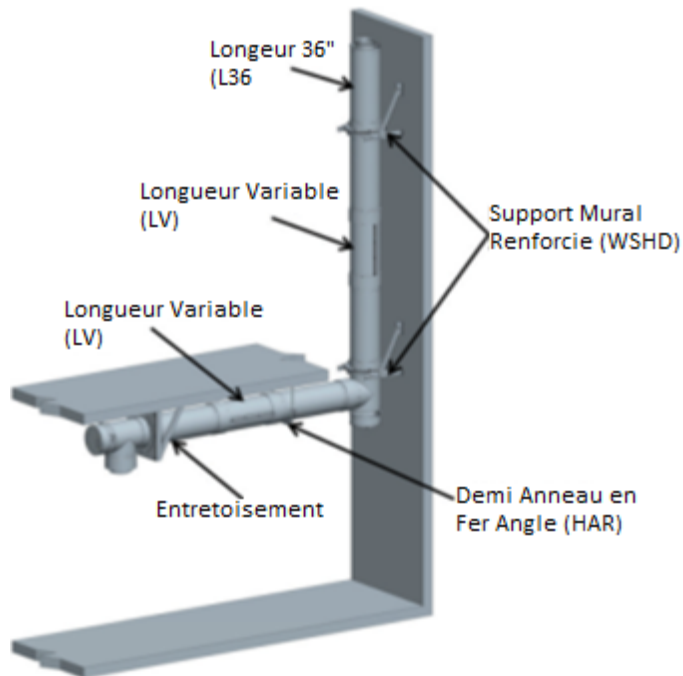

Figure 58: - Emplacements d'installation typiques pour les longueurs variables
Pour éviter que le LV ne s'affaisse, il est recommandé que la section de conduit adjacente au LV soit supportée ou guidée. Voir la figure 58 pour les emplacements de support typiques pour la longueur variable. En cas de besoin, guider correctement la longueur (LV) en installant un Guide Mural Robuste (WGHD) ou n'importe quel support immédiatement sur la section suivante (en amont).